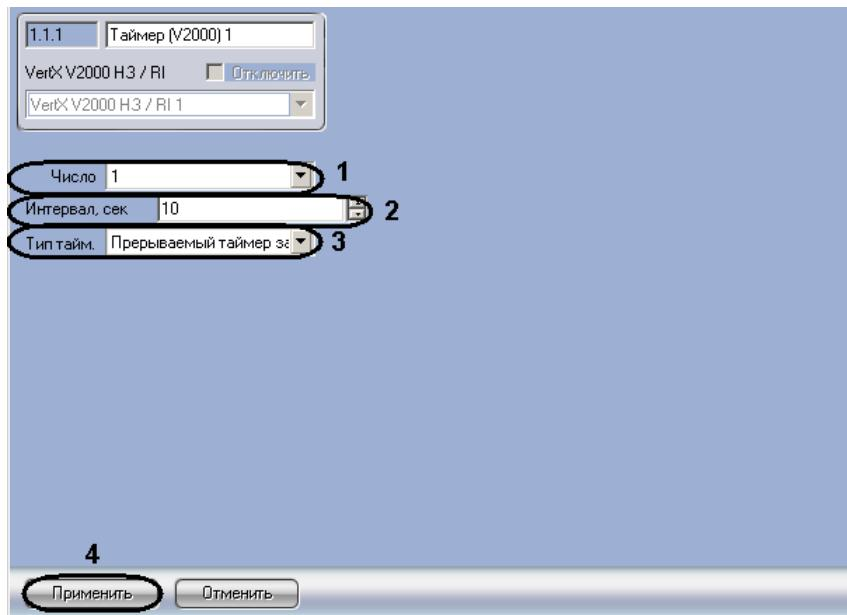

Рис. 3.7—11 Настройка таймеров
- Из раскрывающегося списка **Число** выбрать уникальный идентификатор таймера (см. Рис. 3.7—11, 1).
- В поле **Интервал** ввести время в секундах до истечения таймера (см. Рис. 3.7—11, 2).